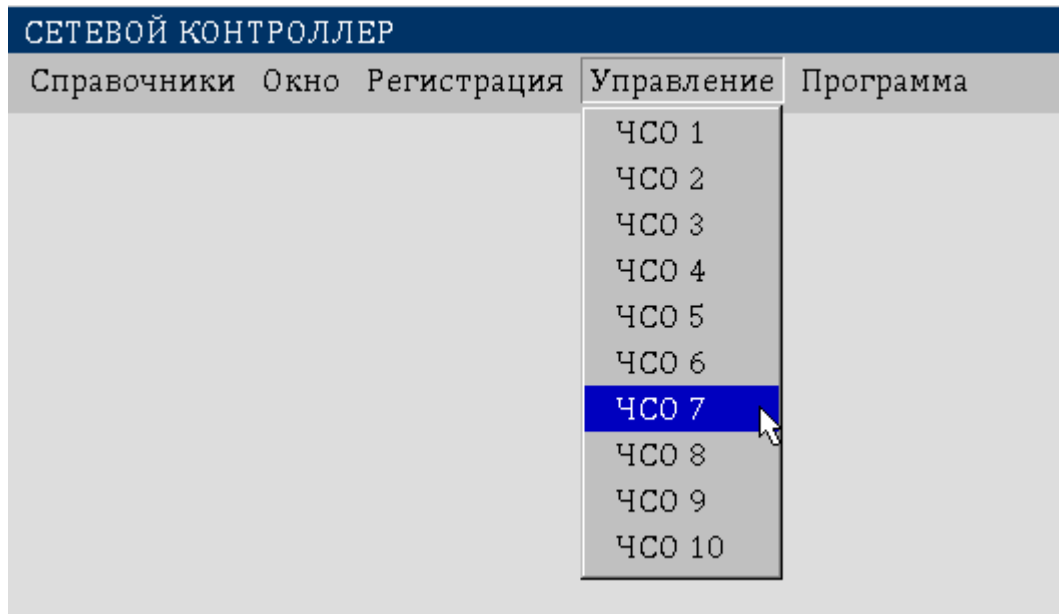

Рисунок 3.30. Управление группами.
3.8.3 В главном меню выберите пункт "Управление". Раскрывшееся меню содержит десять пунктов "ЧСО 1", "ЧСО 2", . . . "ЧСО 10" (ЧСО - частичное снятие с охраны), соответствующих группам проектных элементов охраны. Выберите требуемую группу (рис. 3.30).